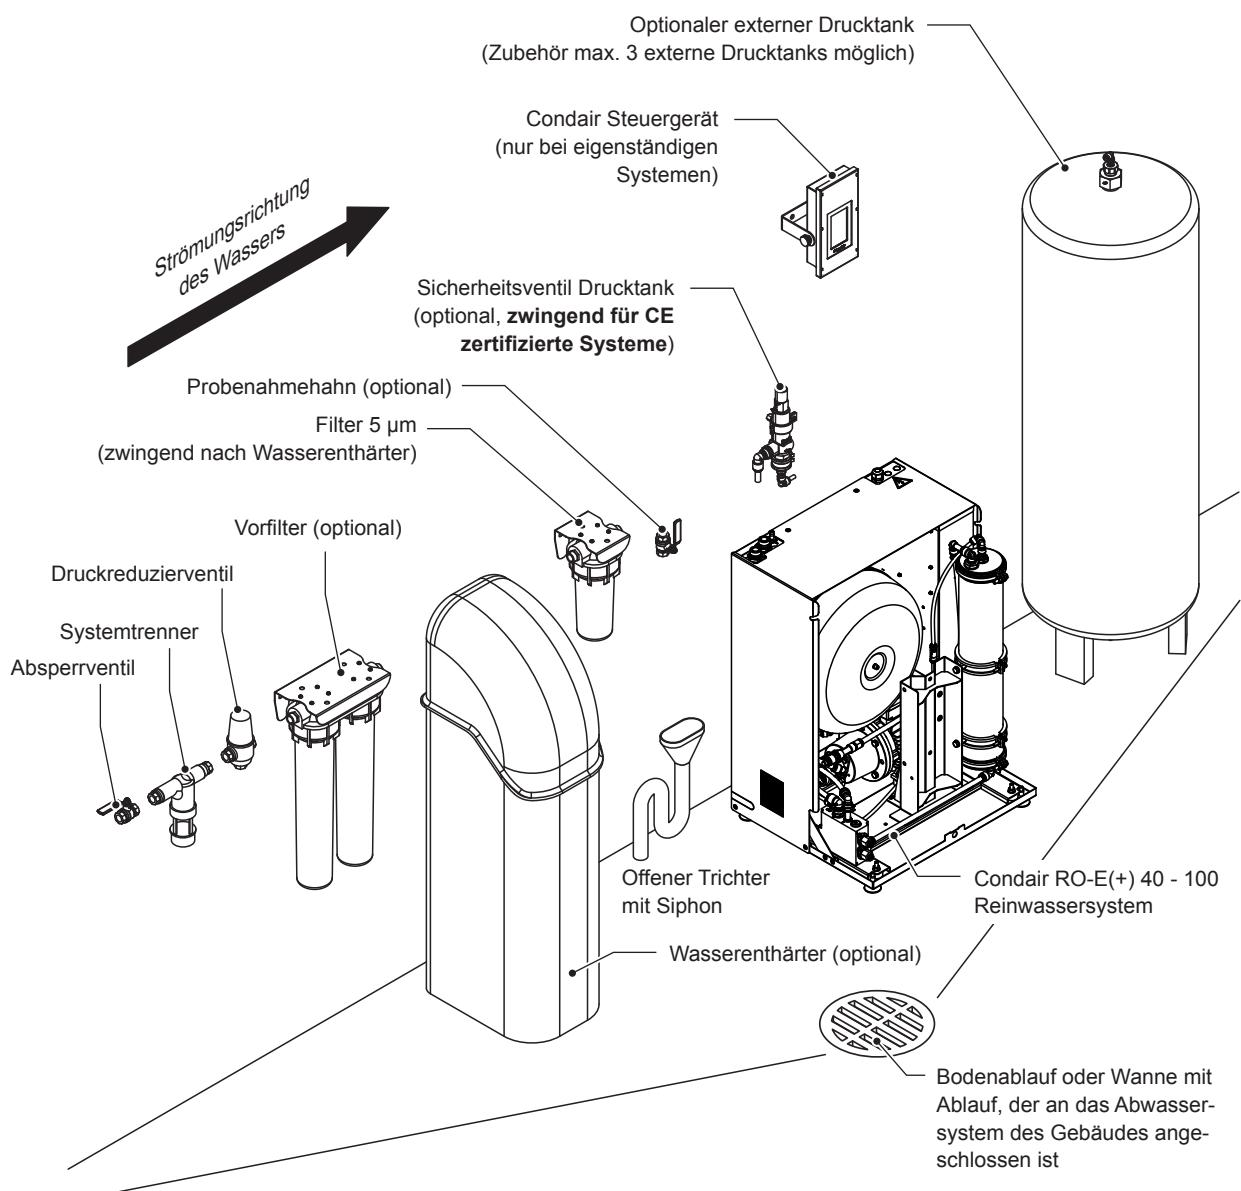
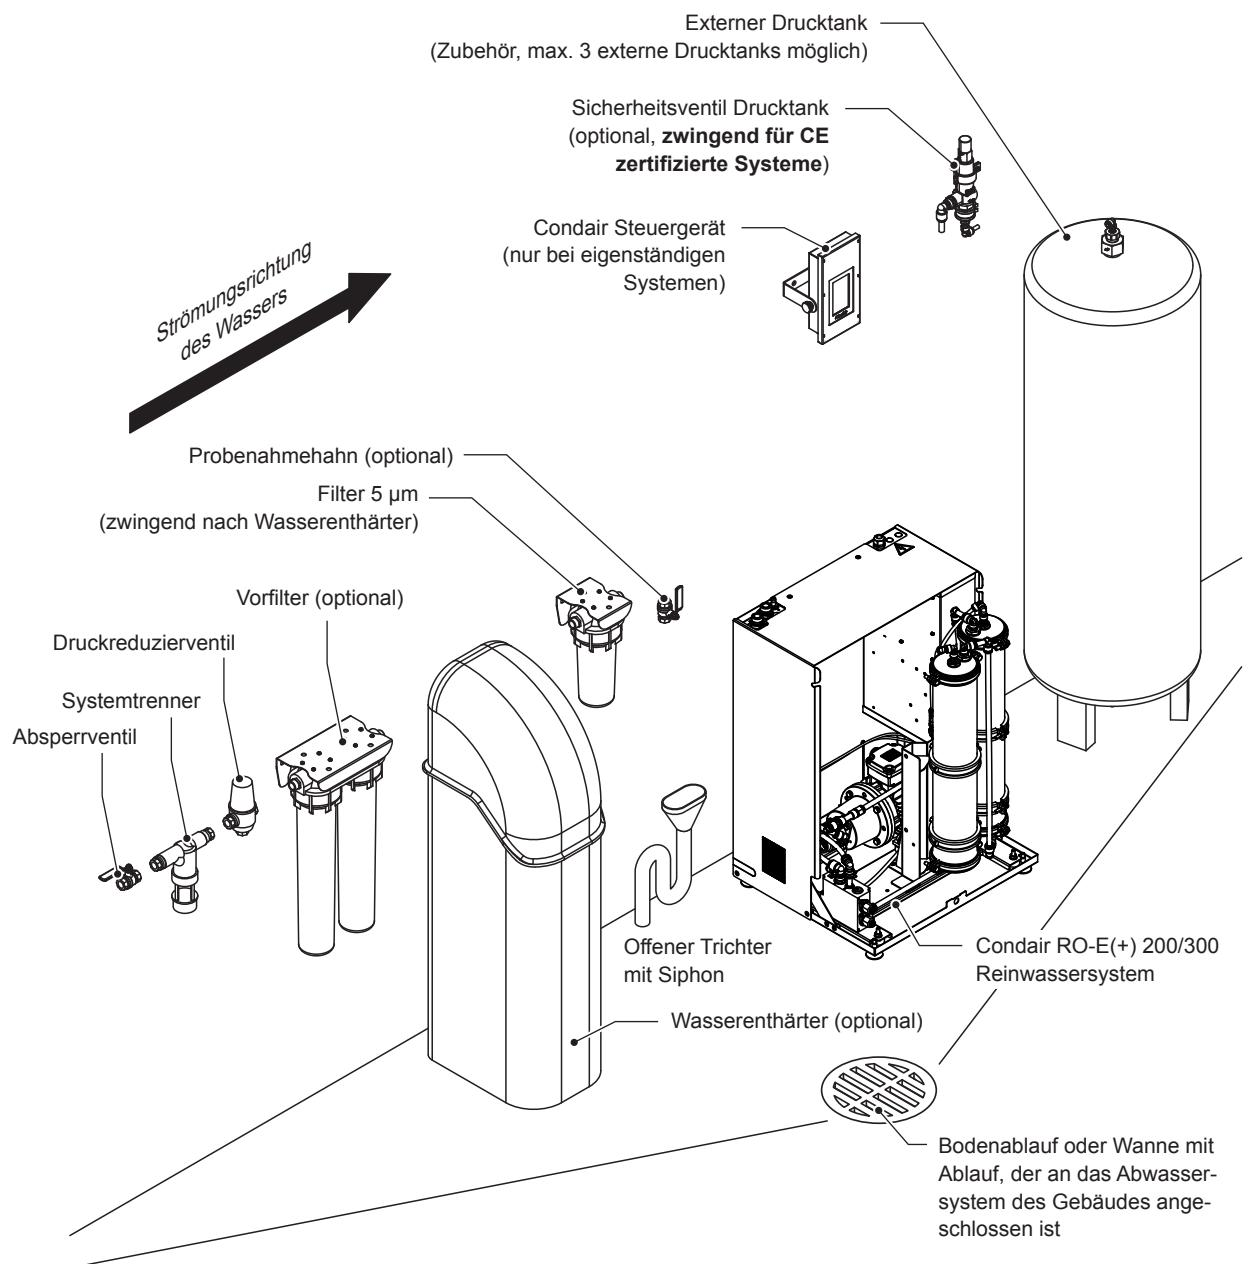

Abb. 3: Platzierung der Systemkomponenten für Condair RO-E(+) 40 - 100 Reinwassersysteme mit oder ohne optionalen externen Drucktank
Abb. 4: Platzierung der Systemkomponenten für Condair RO-E(+) 200 - 300 Reinwassersysteme mit externen Drucktank
- Die dem Condair RO-E(+) Reinwassersystem vorgeschalteten Komponenten (Absperrventil bis und mit Probenahmehahn) müssen in der in Abb. 3 und Abb. 4 dargestellten Reihenfolge installiert werden.
ca. 150 mm über dem Gerät (links von der Mitte des Gerätes), siehe Abb. 3
ca. 150 mm über dem (ersten) externen Drucktank, siehe Abb. 4